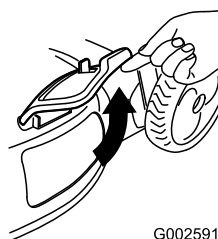

Figura 34
2. Levante la puerta de descarga lateral (Figura 34).